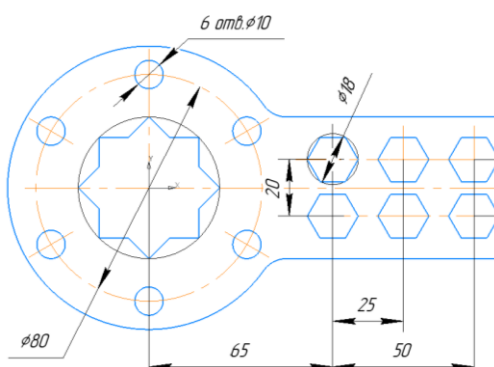

Рис. 16 Размеры для моделирования элементов массивов
5.6. Создание массивов элементов (рис. 16).